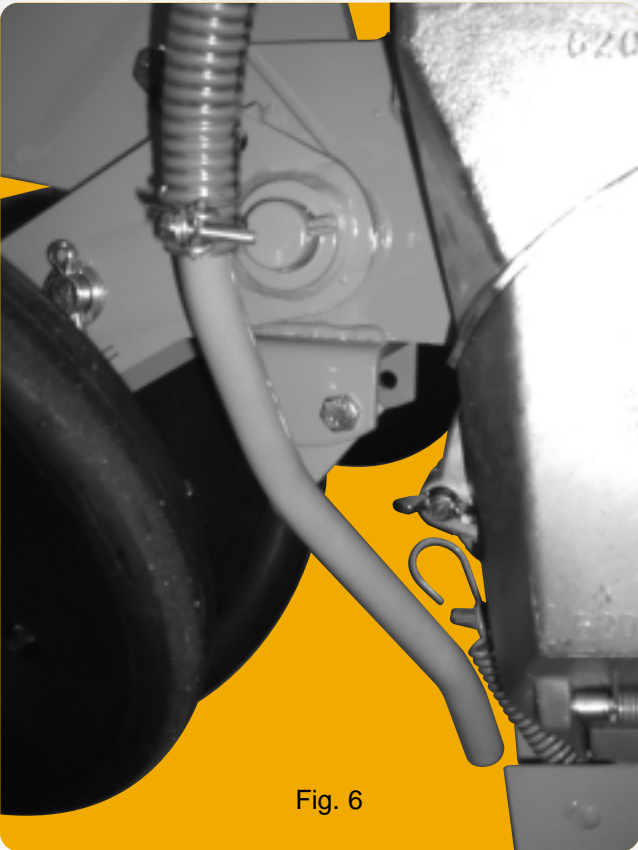
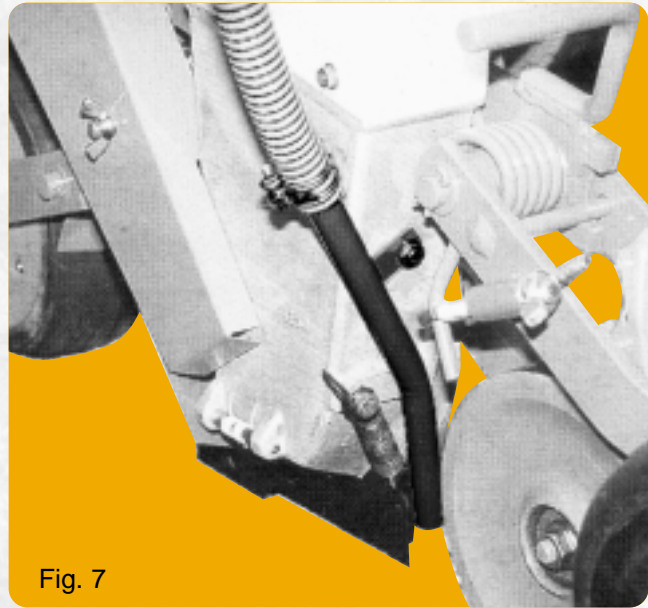

Fig. 6
Fig. 7
- Les tuyaux de descentes canalisent le produit directement à l'intérieur du soc. Il s'agit d'ensembles télescopiques à monter suivant fig. 8 pour semoir NG PLUS, fig. 7 pour semoir MECA 3 et fig. 6 pour semoir NC.
- The hoses direct the granular product directly to the inside of the shoe. The standard version is telescopic and mounted as shown in fig. 8 for NG PLUS planters, in fig. 7 for MECA 3 planters and in fig. 6 for NC planters.
- Die Aussaatschläuche für das Granulat sollten möglichst geradlinig zum Schar geführt werden. Es handelt sich um eine teleskopartige Standardausführung, die bei NG-Ausführungen nach Abb. 8, bei NG PLUS-Ausführungen nach Abb. 6 und bei MECA 3-Ausführungen nach Abb. 7 zu montieren sind.